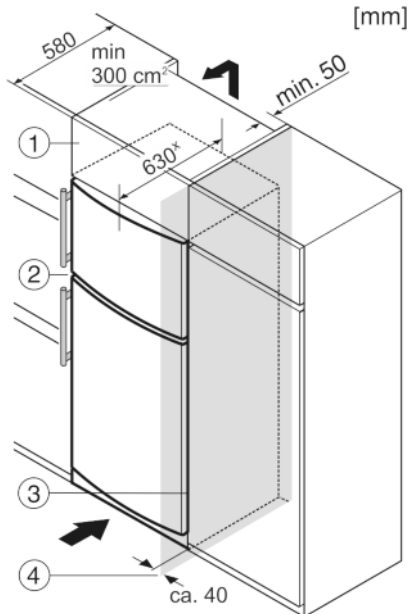

Fig. 10
- (1) Armario superior
- (2) Aparato
- (3) Armario de cocina
- (4) Pared
El aparato se puede rodear de armarios de cocina. Para adaptar el aparato Fig. 10 (2) a la altura de la cocina, se puede instalar un armario Fig. 10 (1) correspondiente sobre el aparato.
Si la cocina posee armarios (profundidad máx. 580 mm), el aparato se puede colocar directamente junto al armario de cocina Fig. 10 (3). El aparato sobresale 34 mm * por los lados y 50 mm * en el centro del aparato respecto al frente del armario de cocina.
Si el aparato se instala con las bisagras junto a una pared Fig. 10 (4), la distancia entre el aparato y la pared debe ser de como mínimo 40 mm. Esto equivale al saliente del tirador con la puerta abierta.